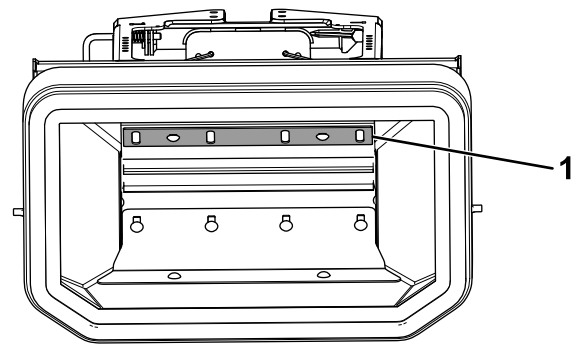

Figura 31
3. Afloje los pernos de la bandeja vibratoria y mueva la placa a la posición deseada (Figura 31).